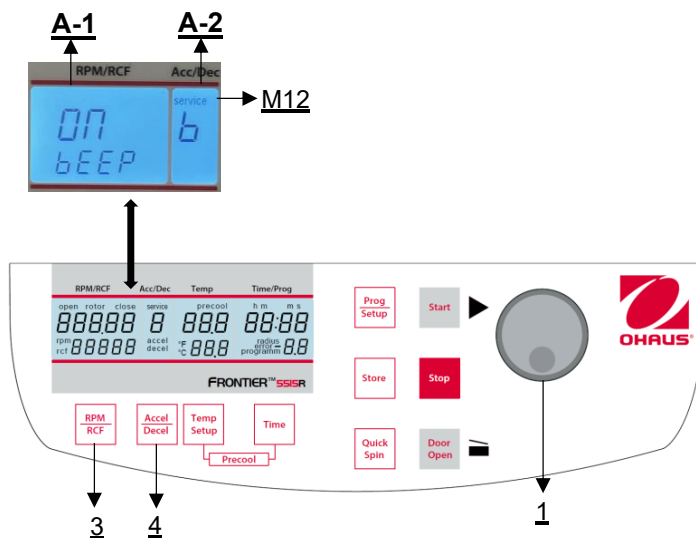

Figure 34
Procéder comme décrit au point 4.1.1 pour entrer dans ce mode de programmation et appuyer ensuite sur la touche **"Accel/Decel"** (4). Sur l'écran **"Acc/Dec"** (A-2), le mot **"Service"** (M12) clignote. Sélectionnez maintenant la lettre **"b"** à l'aide du bouton de réglage (1). L'affichage **"RPM | RCF"** (A-1) fait apparaître le mot **"ON/BEEP"**. Après avoir appuyé sur la touche **"RPM | RCF"** (3), vous pouvez activer (On) ou désactiver (Off) le son du clavier à l'aide du bouton de réglage (1) (voir figure 34).